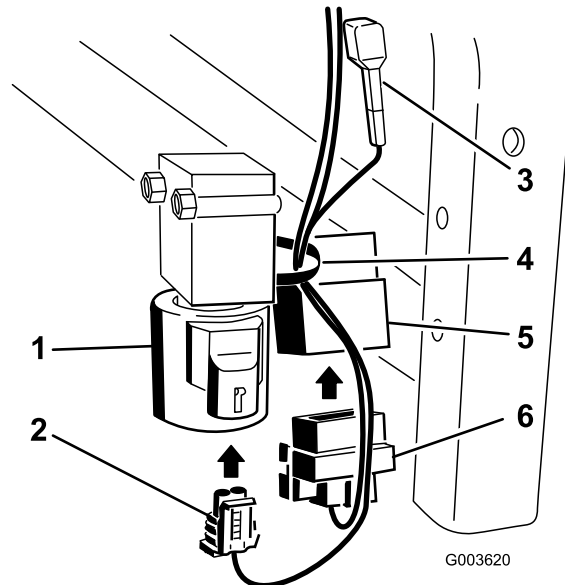

Bild 36
8. Befestigen Sie den rechteckigen Stecker am Relais, das neben dem Ventil montiert ist (Bild 36).
9. Befestigen Sie den kleinen Stecker am Ventil (Bild 36).